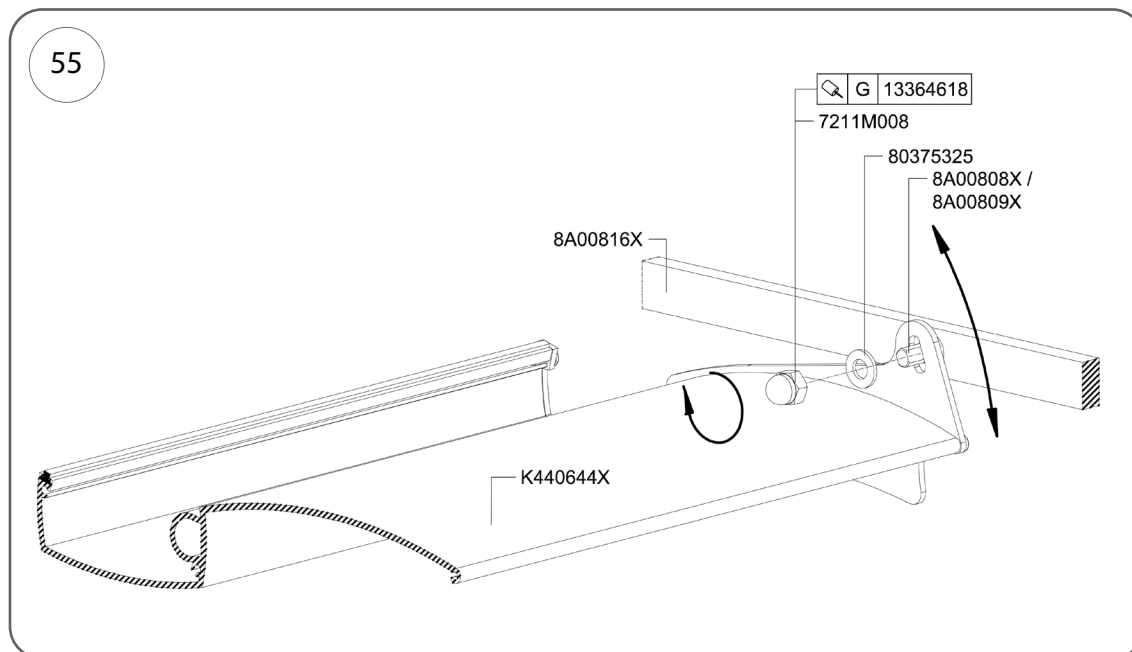

Fig. 55
4. Nella posizione di chiusura, verificare che i profili delle lamelle si incastrino correttamente. Il profilo K440644X deve entrare in contatto con la guarnizione cod. 8G00309X. Se l'accoppiamento sopra indicato non viene raggiunto, regolare la posizione delle lamelle utilizzando il sistema di regolazione come mostrato in Fig. 55. Una volta posizionato il tetto, fissare le lamelle serrando il dado di bloccaggio (cod. art. 7211M008). Applicare sigillante per filettature (cod. art. 13364618) sulla filettatura.